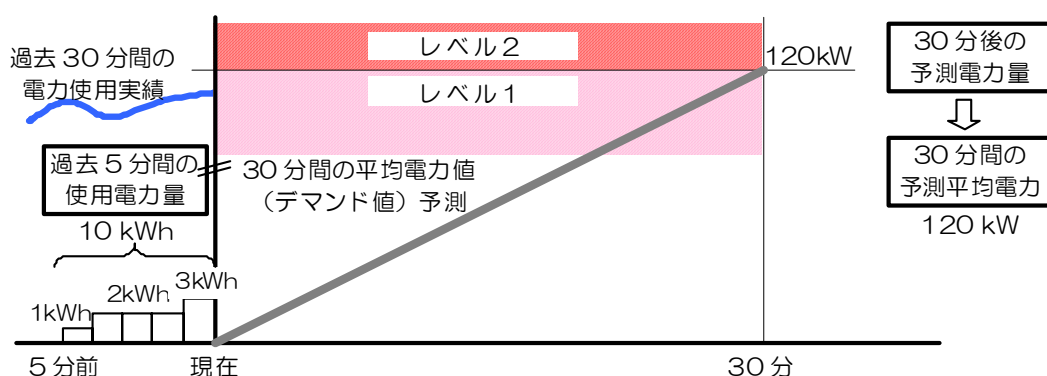

図8-6 レベル予測図
例えば図8-6において、現在「過去30分間の使用実績」により省エネレベル1の制御を実施していたとします。このとき、①式より「過去5分間の使用電力量」から30分後の予測値を算出すると、省エネレベル2の領域に達してしまいます。この場合、省エネ制御レベル2で設定した省エネ制御を実行することになります。